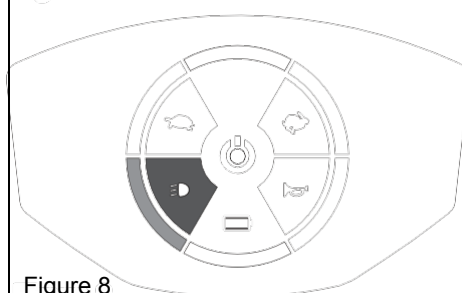

Figure 8
- Appuyez une fois sur la touche [] pour allumer le feu avant et le feu arrière. Le voyant [] s'allume sur le panneau. Le feu est allumé sur le panneau (figure 8).
- Appuyez à nouveau sur la touche pour éteindre les feux. Le voyant [] est éteint sur le panneau (figure 8).